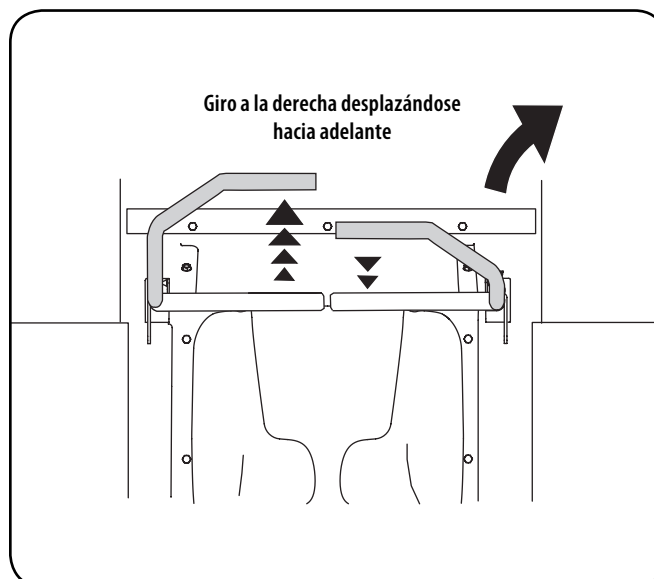

Figura 13
2. Para girar a la derecha, mueva la palanca de control del lado derecho hacia atrás respecto de la palanca izquierda. Vea la Figura 13.